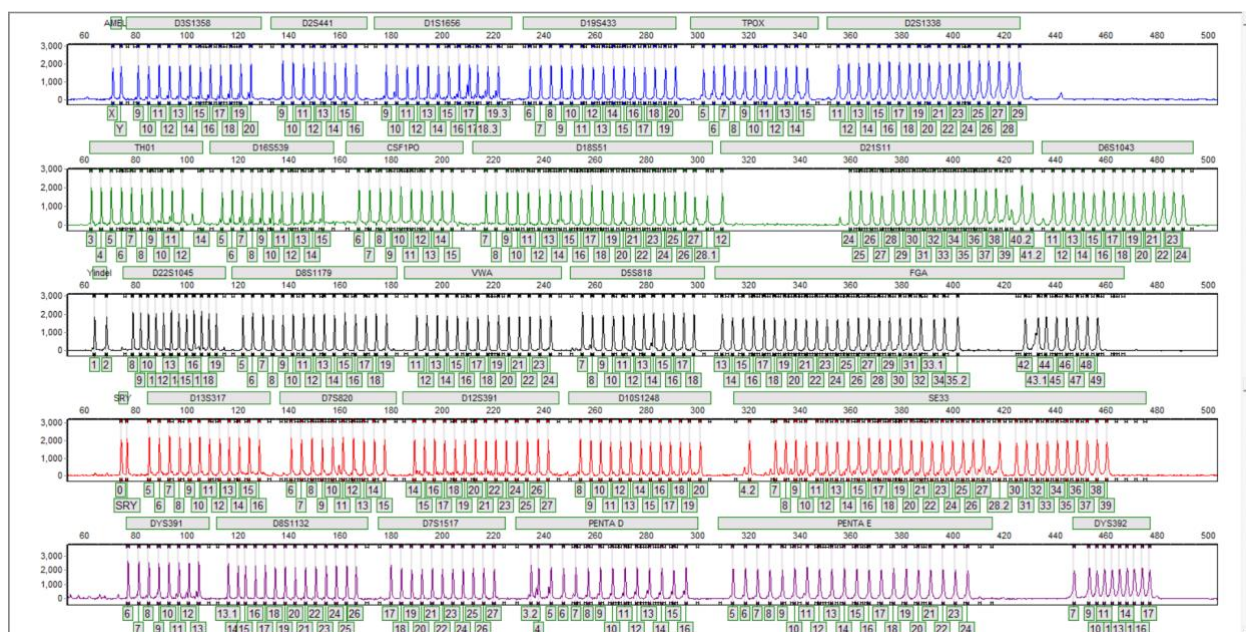

Рисунок 24
1. Кликнуть два раза левой клавишей мыши по файлу с **Аллельной лестницей** (рисунок 24).